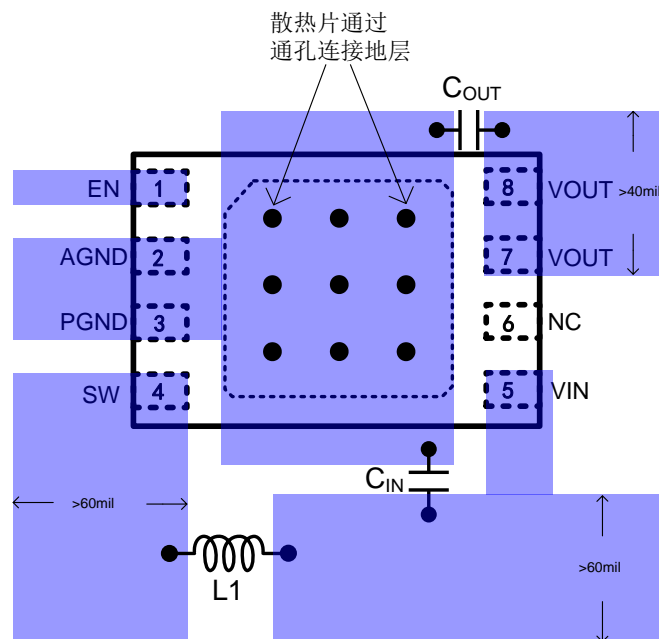

图 8 AW3610 版图布局参考
AW3610 属于高频率大电流开关电源，PCB 的布局走线必须仔细考虑，确保芯片稳定、远离噪声地工作。图 8 描述了 AW3610 推荐的 PCB layout 布局。同时设计过程中应遵循以下原则：
1. 所有电流路径走线尽可能短。图 8 中的所有元器件和铜线的连接要短而宽。VIN 和 VOUT 的旁路电容应尽量靠近芯片放置，而且要有最短的到地路径。
3. PGND 脚和 AGND 脚直接就近和芯片散热底盘相连，并且连接到大面积的铺地层。散热底盘要通过如图 8 所示的通孔连到中间地层。